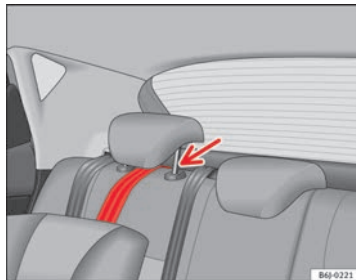

Abb. 28 Befestigungsgurt: korrekte Einstellung und korrekter Einbau
- Führen Sie den Befestigungsgurt des Top Tether unter der Rückkopfstütze hindurch → Abb. 28 (dazu ggf. die Kopfstütze nach oben verstellen).